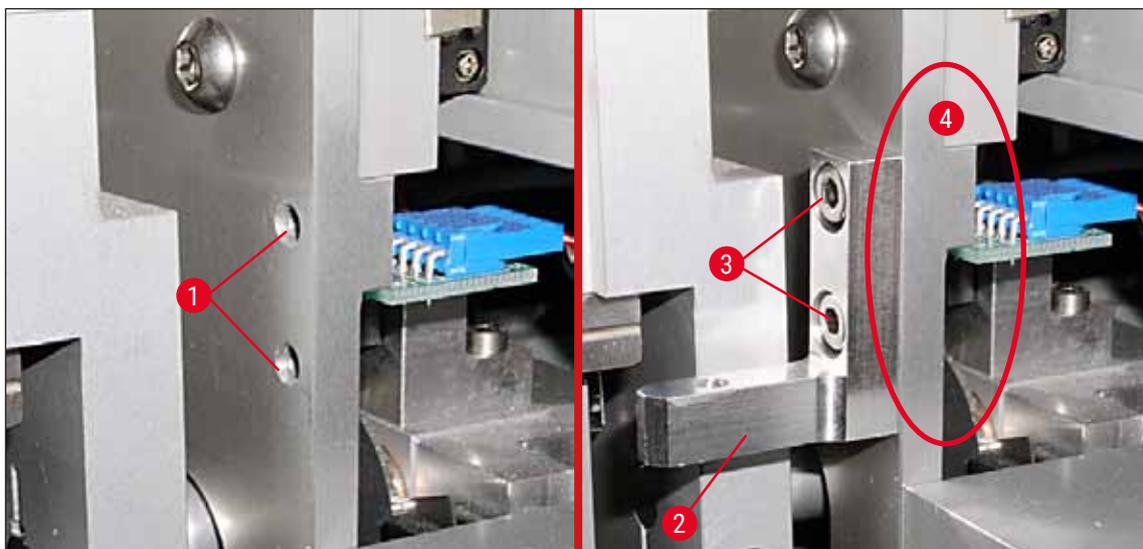

Рис. 21
2. Прежде всего зафиксируйте монтажный кронштейн (→ Рис. 21-2) в отверстиях (→ Рис. 21-1) в стенке корпуса (→ Рис. 21-4) с помощью двух винтов (→ Рис. 21-3). Убедитесь, что монтажный кронштейн располагается параллельно краю стенки корпуса (выделено эллипсом, (→ Рис. 21)).
2. Если край предметного стекла соприкасается с крышкой держателя щётки, его можно немного подрегулировать. Для этого необходимо выкрутить винты (→ Рис. 21-3) на стенке корпуса (→ Рис. 21). При этом используйте имеющийся в отверстиях зазор.